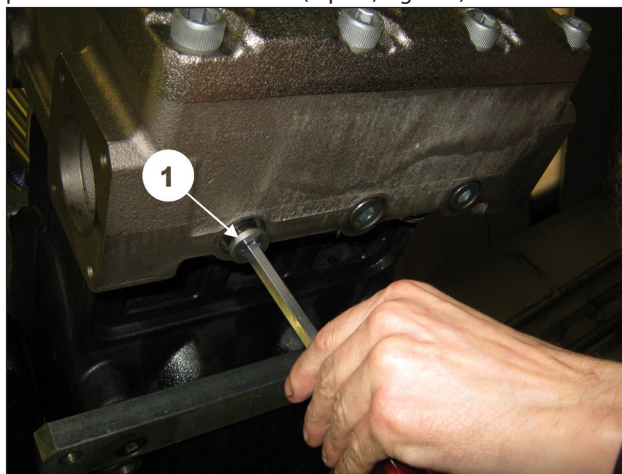

Fig. 113
Terminer le démontage en ôtant les bouchons G1/2" dans la partie inférieure de la culasse (rep. ①, Fig. 113).